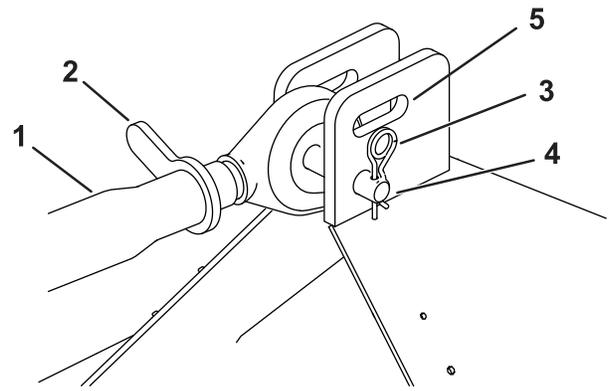

Figure 10
- Accouplez le bras d'attelage supérieur au support et fixez-le en place avec l'axe d'articulation et la goupille fendue (Figure 10).